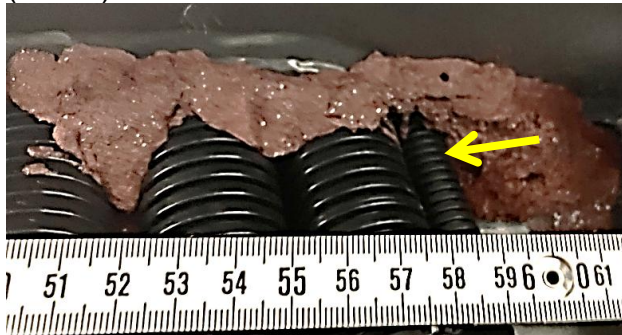
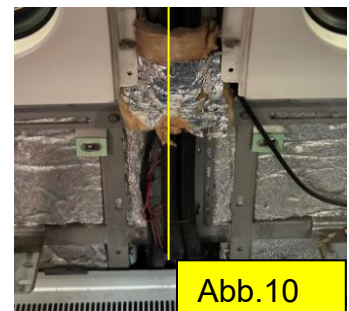

Abb.8 Fzg.301-307 Unteransicht Fußboden
Abb.10
- Fahrzeuge 301-307 Bohrung Ø16 ca. 600 mm von links neben die vorhandenen PMA-Schläuchen setzen (Abb.8).
- Kabel (Mat.-Nr. 147646) mit Reserveschleife (Reserve sollte reichen, um den Stecker direkt am Sensor zu montieren) im Schlauch (Mat.-Nr.114952) von Voutenklappe 234 hinter der Verkleidung (Abb.10) durch den Boden führen (Abb.8/9).